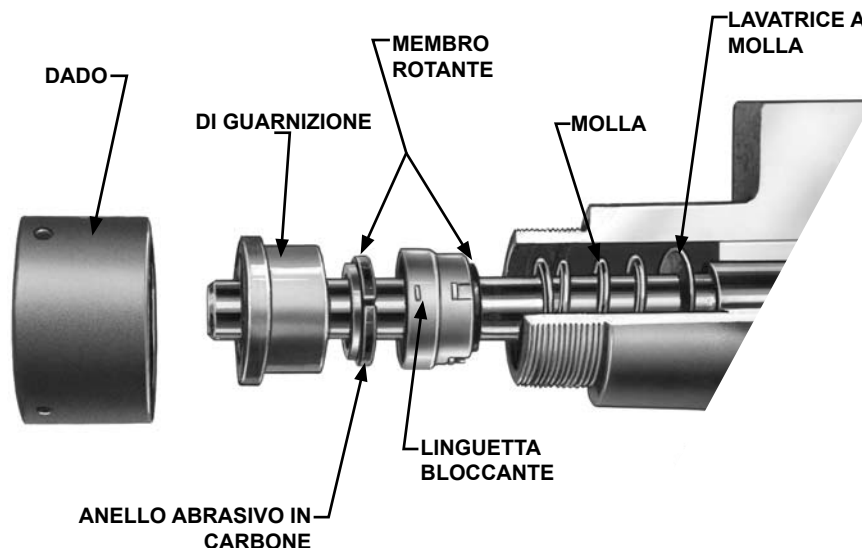

FIGURA 5
4. Quando si rimonta una pompa a tenuta meccanica, mettere la rosetta elastica e la molla sull'albero **vedere figura 5, pagina 4**. Ricoprire con un olio leggero l'albero e l'interno dei mantici di gomma della parte rotatoria della tenuta. Fate scivolare la parte rotatoria della tenuta lungo l'albero.